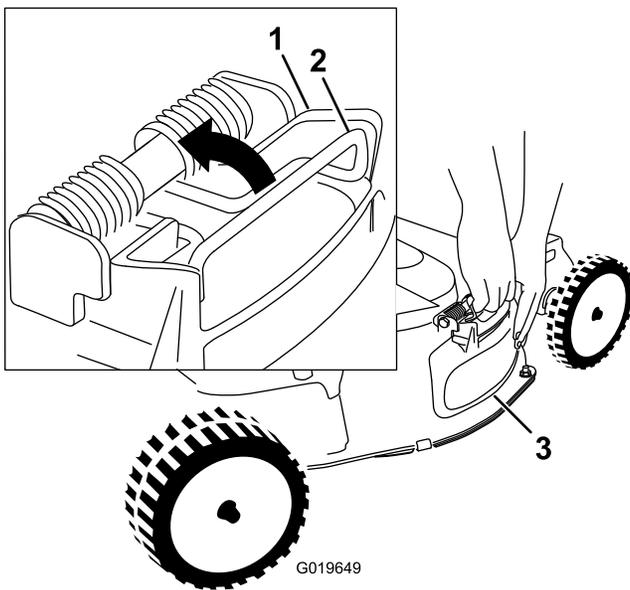

Figura 24
4. Retire o defletor de descarga lateral empurrando para cima a mola que mantém a porta no sítio e removendo o defletor (Figura 24).